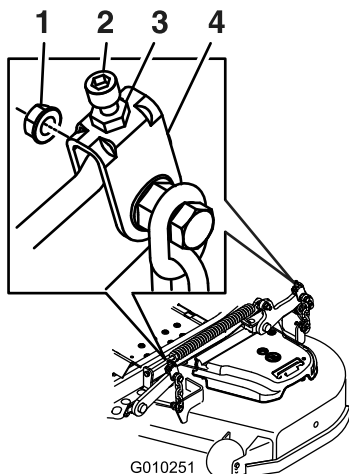

Figure 89
jusqu'à obtention de 7,6 mm (3") de hauteur (voir Figure 89).
16. Ajustez précisément la vis de réglage en la tournant jusqu'à obtention de 8,3 mm (3-1/4") de hauteur (Figure 89).